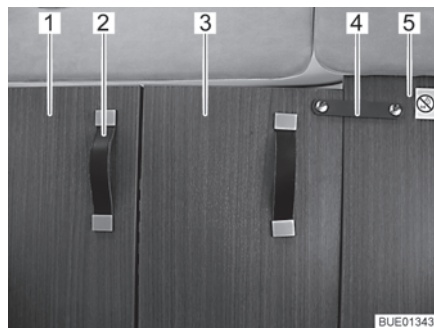

Fig. 53 Séparation pour la cabine de conduite, fermée
- Tirer la séparation pour la cabine de conduite (Fig. 53,1) complètement vers l'intérieur en saisissant le ruban-poignée (Fig. 53,2).
- Fixer la partie rabattable de la séparation pour la cabine de conduite (Fig. 53,3) avec la bande de sécurité (Fig. 53,4) à la cloison intermédiaire fixe (Fig. 53,5) située derrière le siège passager.